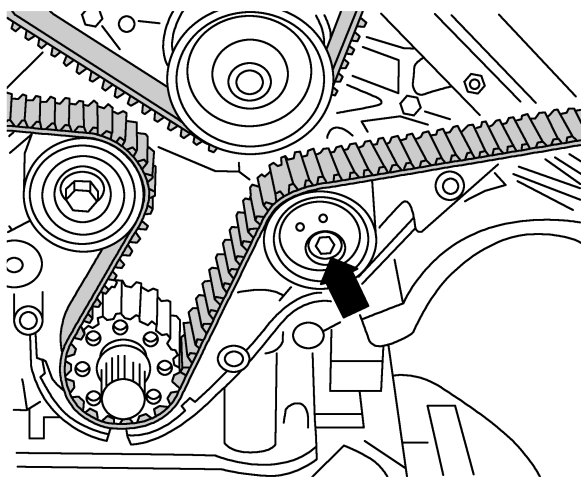

图 1-3-47 松开偏心辊的螺栓并拆下正时带
(15) 如图 1-3-47 所示, 松开偏心辊的螺栓(箭头所示), 拆下正时带。